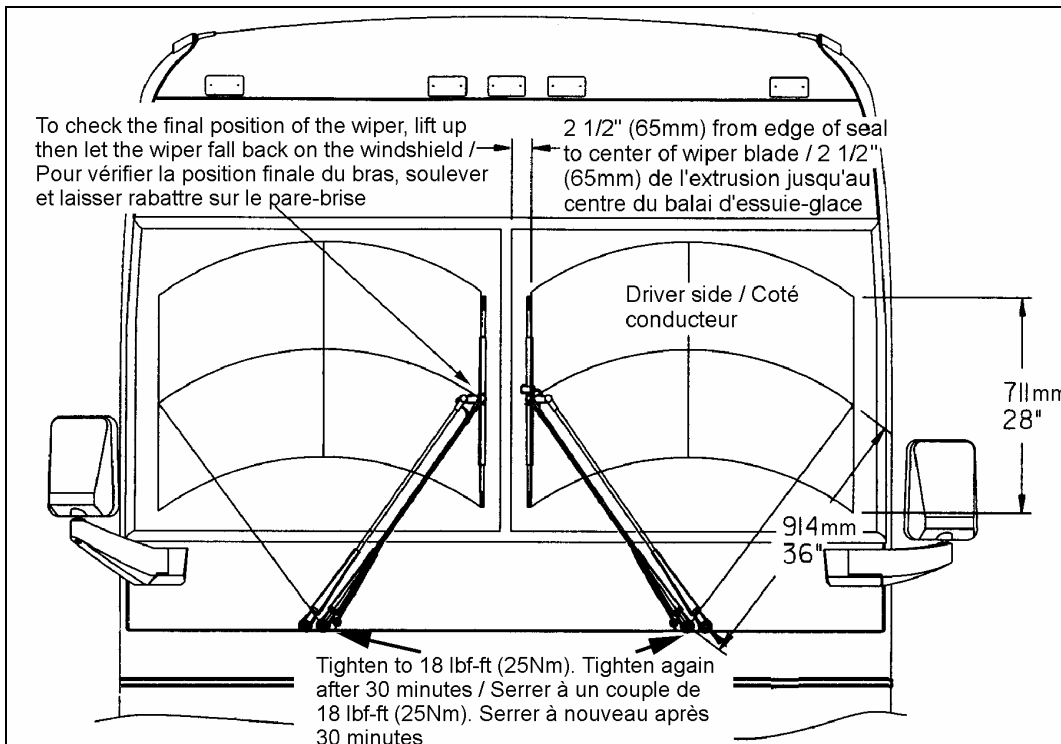

FIGURE 1 : POSITION DES ESSUIE-GLACES
1. Installer le bras d'essuie-glace en place et positionner selon la figure 1.